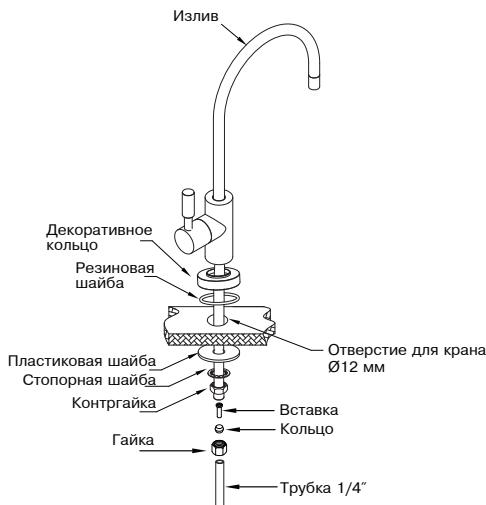

Рис. 4
Монтаж крана чистой воды* производите согласно рис. 4. Мы рекомендуем не затягивать гайку крана до завершения монтажа и проверки работоспособности системы, чтобы была возможность убедиться в отсутствии подтекания воды в месте соединения корпуса крана и резьбовой трубы. В комплекте с краном чистой воды для герметизации соединения с трубкой может поставляться набор деталей для подключения, либо кран может иметь в своем составе быстроразъемный коннектор. На рис. 5 а, б, в приведены способы подключения синей трубы к крану чистой воды.
5. Убедитесь в отсутствии протечки внизу корпуса крана чистой воды, затяните гайку крана (см. рис. 4).